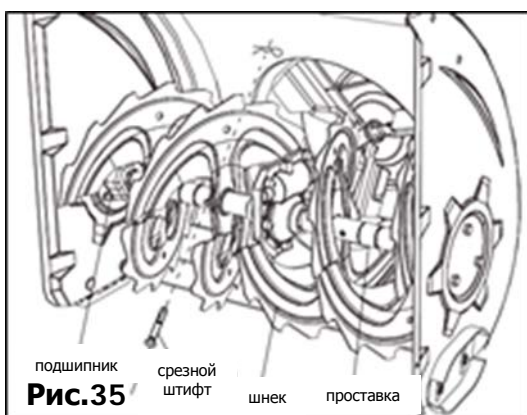

Рис.35
- Шнек крепится к валу двумя срезными штифтами и шплинтами. Если шнек будет бить по инородному предмету или льду, снегоочиститель сконструирован таким образом, что штифты могут срезаться (Рис. 35).